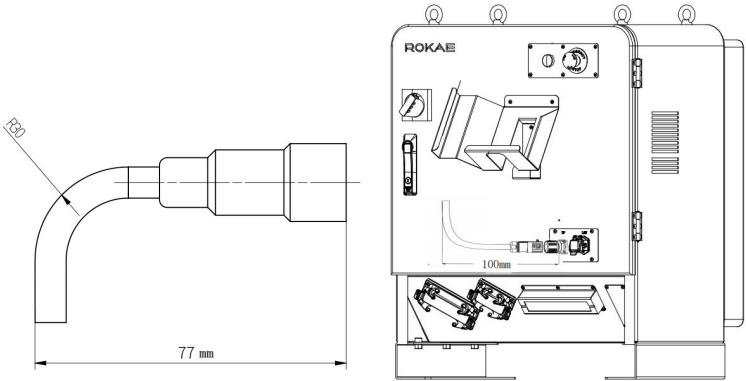

图 17 示教器线缆弯曲半径示意及插拔空间示意图
- 示教器线缆弯折半径不小于 77mm，预留的示教器插拔空间不小于 100mm，如图 17 所示。